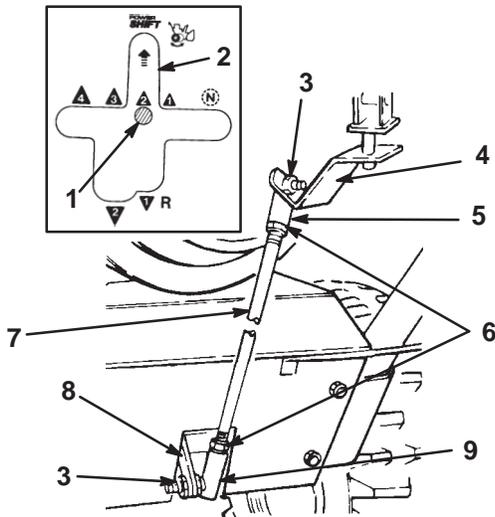

Bild 6
1. Führen Sie den oberen Kugelgelenkbolzen durch die Vorderseite des Schaltbügels und befestigen Sie ihn mit einer Sicherungsmutter (Bild 6).
2. Führen Sie den unteren Kugelgelenkbolzen durch die rechte Seite des Schalthebels und befestigen Sie ihn mit einer Sicherungsmutter (Bild 6).
3. Legen Sie den zweiten Gang ein und überprüfen Sie, ob die Position der Schaltstange mit dem Power Shift-Schlitz übereinstimmt (siehe Einsatz in Bild 6).
- A. Nehmen Sie das Kugelgelenk vom Schalthebel und lösen Sie die Klemmmutter (Bild 6).
- B. Drehen Sie das Kugelgelenk nach oben bzw. nach unten, bis Schalthebel und Power Shift-Schlitz aufeinander ausgerichtet sind (Bild 6).
- C. Bringen Sie das Kugelgelenk am Getriebehebel an und ziehen Sie die Klemmmutter an (Bild 6).